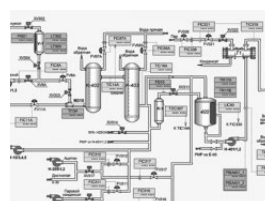

Рис. 9.
7. НОВИНКА! Отображение мнемосхем (рис. 9).